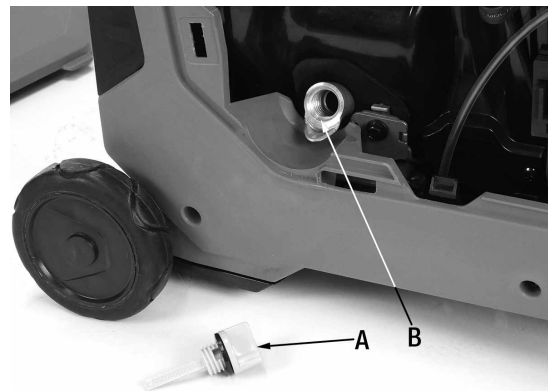

Figure 12
- 1) Ouvrez le panneau d'accès arrière et retirez le bouchon d'écoulement (A) Fig.12.